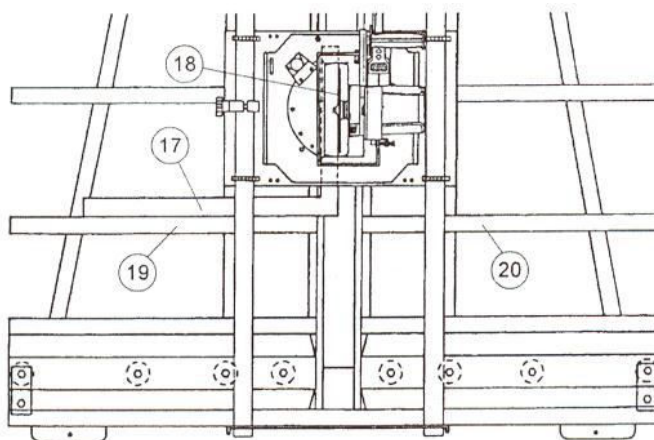

РИС. 20. Настройка поперечных линеек
1. Снимите защитный кожух (18) пильного диска
2. Ослабьте замок пильного узла и опустите его, как показано на РИС. 20.